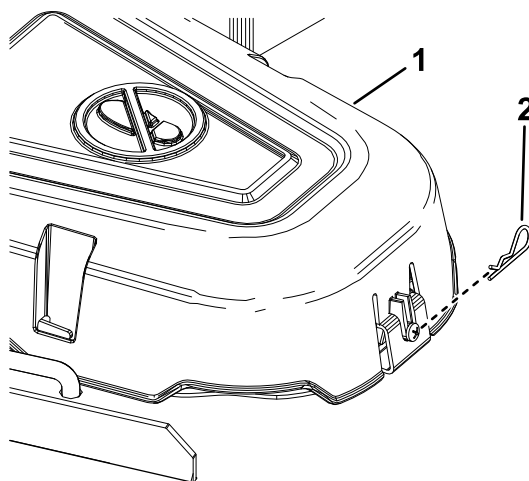

Figure 54
4. Retirez la goupille fendue et appuyez sur la languette pour déposer les protége-poulies (Figure 54).